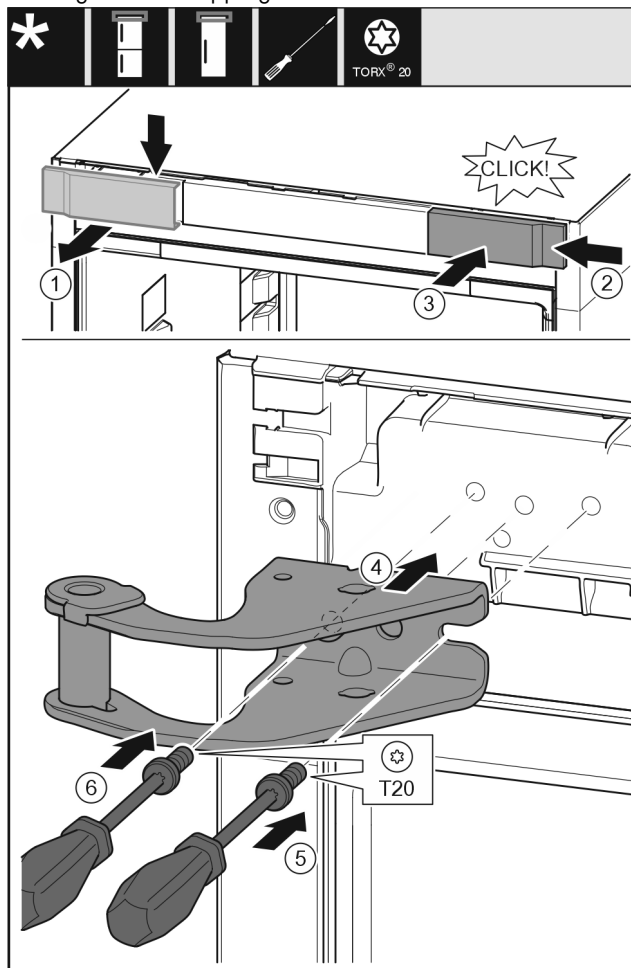

Fig. 9
- ▶ Ta av dekselet ovenfra og fremover. Fig. 9 (1)
- ▶ Monter dekselet fra høyre, dreid 180°, på den andre siden. Fig. 9 (2)
- ▶ La dekselet klikke på plass. Fig. 9 (3)
- ▶ Sett på den øvre lagerbukken. Fig. 9 (4)
- ▶ Sett skruen på og skru den fast med skrutrekker T20. Fig. 9 (5)
- ▶ Sett skruen på og skru den fast med skrutrekker T20. Fig. 9 (6)